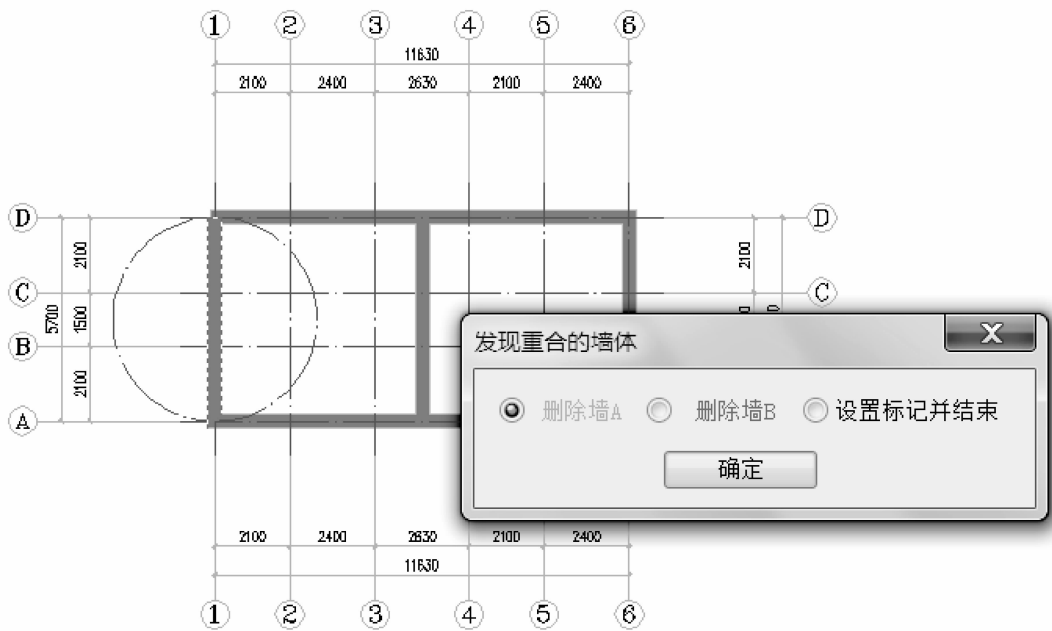

图 3-13 “发现重合的墙体”对话框
(3)单击 1 轴的墙体,弹出“发现重合的墙体”对话框,如图 3-13 所示。